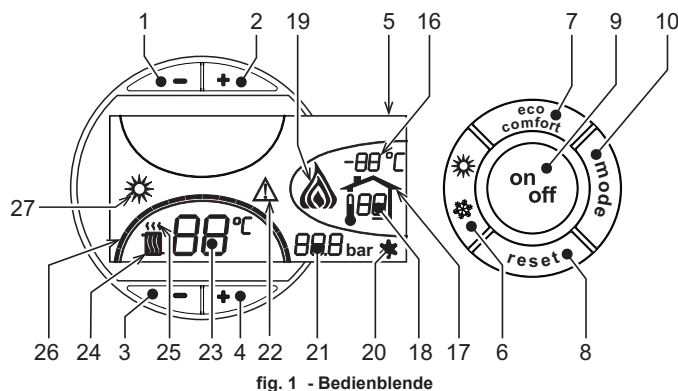
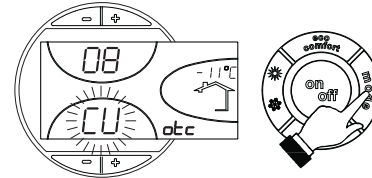
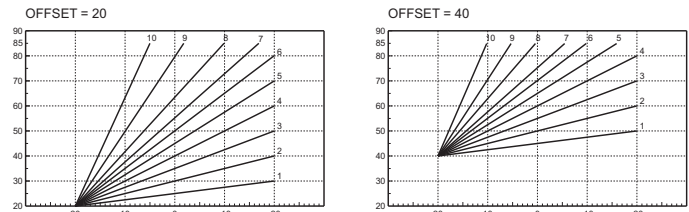

fig. 1 - Bedienblende
fig. 9 - Ausgleichskurve
fig. 12 - Beispiel für die Parallelverschiebung der Ausgleichskurven
Die Taste on/off (Pos. 9 - fig. 1) 1 Sekunde lang drücken.
Um den Kessel wieder einzuschalten, die Taste on/off (Pos. 9 - fig. 1) erneut 1 Sekunde lang drücken.
- Die Taste ON/OFF (9 - fig. 1) drücken
Die Taste **Sommer/Winter** (Pos. 6 - fig. 1) 1 Sekunde lang drücken.
Am Display leuchtet das Symbol Sommer (Pos. 27 - fig. 1) auf: Der Kessel stellt nur warmes Brauchwasser bereit. Das Frostschutzsystem bleibt aktiv.
Um die Betriebsart Sommer zu deaktivieren, die Taste **Sommer/Winter** (Pos. 6 - fig. 1) erneut eine Sekunde lang gedrückt halten.
Mit den **Heizungstasten** (Pos. 3 und 4 - fig. 1) die Temperatur auf einen Wert zwischen mindestens 30 °C und höchstens 80 °C einstellen.
Mit den Brauchwassertasten (Pos. 1 und 2 - fig. 1) die Temperatur auf einen Wert zwischen mindestens 10 °C und höchstens 65 °C einstellen.
Bei Installation eines Außentemperaturfühlers (optional) wird am Display der Bedienblende (Pos. 5 - fig. 1) die vom Außentemperaturfühler gemessene, aktuelle Außentemperatur angezeigt. Das Regelsystem des Kessels arbeitet mit "Gleittemperatur". In diesem Modus wird die Temperatur der Heizanlage witterungsgeführt, um einen erhöhten Komfort und eine weitgehende Energieersparnis im Verlauf des gesamten Jahres zu gewährleisten. Bei Anstieg der Außentemperatur verringert sich die Heizungs-vorlauftemperatur gemäß einer bestimmten „Ausgleichskurve“.
Bei Regelung mit Gleittemperatur ist die mit den Heizungstasten (Pos. 3 und 4 - fig. 1) eingestellte Temperatur die maximale Vorlauftemperatur. Es empfiehlt sich die Einstellung auf den Höchstwert, sodass das System die Regelung im gesamten möglichen Betriebsbereich ausführen kann.
Durch einmaliges Drücken der Taste **mode** (Pos. 10 - fig. 1) wird die aktuelle Ausgleichskurve (fig. 9) angezeigt, die mit den **Tasten der Warmwasserbereitung** (Pos. 1 und 2 - fig. 1) geändert werden kann.
Durch Drücken der **Heiztasten** (Pos. 3 und 4 - fig. 1) hat man Zugriff zur Parallelverschiebung der Kurven (fig. 12), die mit den **Tasten der Warmwasserbereitung** (Pos. 1 und 2 - fig. 1) geändert werden kann.
Durch erneutes Drücken der Taste **mode** (Pos. 10 - fig. 1) wird die Einstellung der Parallelkurven verlassen.
Wenn der Heizkessel mit einem Raumregler (optional) verbunden ist, werden die oben beschriebenen Regelungen gemäß den Angaben in tabella 1 gehandhabt. Außerdem wird am Display der Bedienblende (Pos. 5 - fig. 1) die vom Raumregler gemessene aktuelle Raumtemperatur angezeigt.
Wahl Eco/Comfort	Wenn die Warmwasserbereitung vom Menü des Raumreglers deaktiviert wird, schaltet der Kessel auf die Betriebsart Economy. In dieser Betriebsbedingung ist die Taste 7 - fig. 1 an der Bedienblende des Kessels deaktiviert. Wenn die Warmwasserbereitung vom Menü des Raumreglers aktiviert wird, schaltet der Kessel auf die Betriebsart Comfort. In dieser Betriebsbedingung kann mit der Taste 7 - fig. 1 an der Bedienblende des Kessels eine der zwei Betriebsarten gewählt werden.